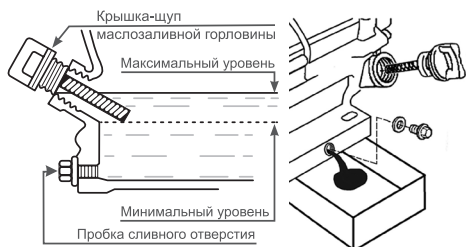

Рис. 11 Замена моторного масла
3. Извлеките крышку-щуп (Рис. 11) из маслозаливной горловины.
4. Открутите пробку сливного отверстия (Рис. 11) и слейте отработанное масло в подготовленную для этого емкость.